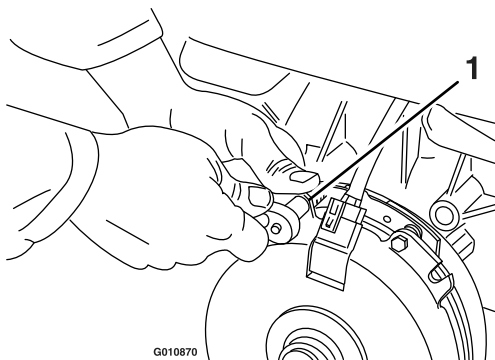

Figure 69
- A. Desserrez les boulons de fixation du frein d'un demi-tour à un tour complet, comme montré à la Figure 69.